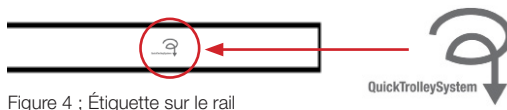

Figure 4 ; Étiquette sur le rail
- VI. Placer l'étiquette fournie pour indiquer où le moteur de levage doit être monté ou démonté, figure 4.